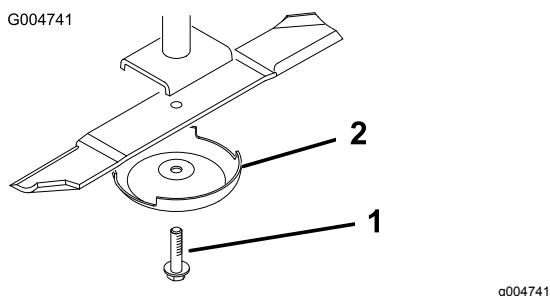

Figura 110
3. Retire o parafuso da lâmina, o recipiente antidanos e lâmina do eixo (Figura 110).